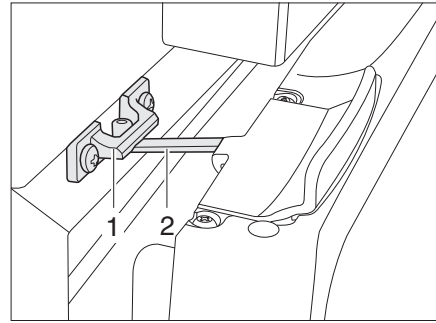

Bild 143 Kühlschranktür in Lüftungsstellung (Thetford)
- Verriegelung (Bild 143,2) aufklappen und in der Verriegelungsaufnahme (Bild 143,1) einrasten. Die Kühlschranktür bleibt damit leicht geöffnet.